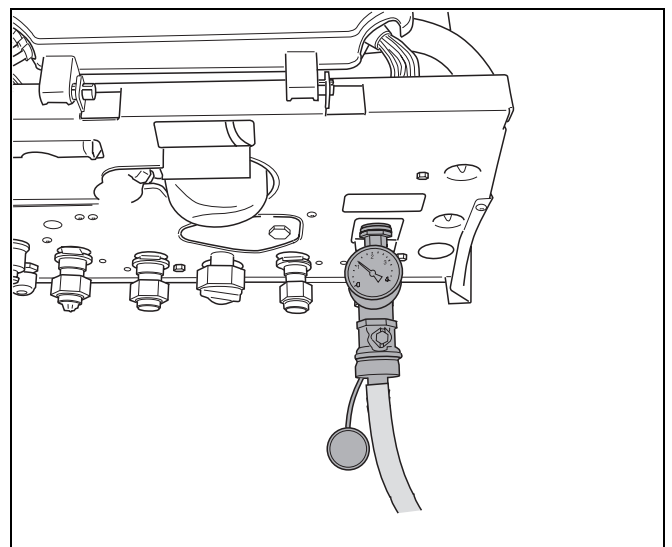

Fig. 8 Golirea instalației de încălzire
- Se racordează furtunul la robinetul de umplere al aparatului (Fig. 8).